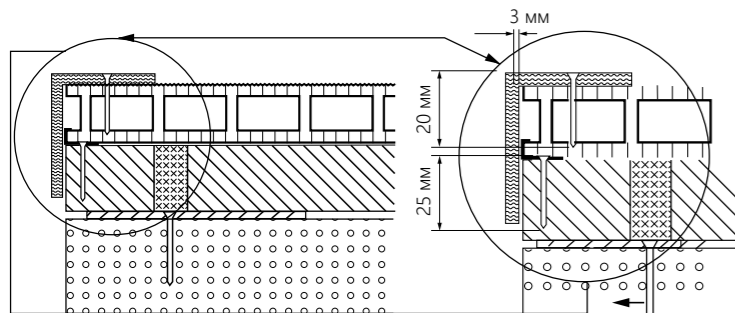

рис. 10
20. Торцы настила закрываются при помощи уголка или нержавеющей профиля для примыкания. Уголок крепится к доскам в настиле на саморезы в предварительно просверленное отверстие на 1-1,2 мм больше, чем диаметр самореза (рис. 10).